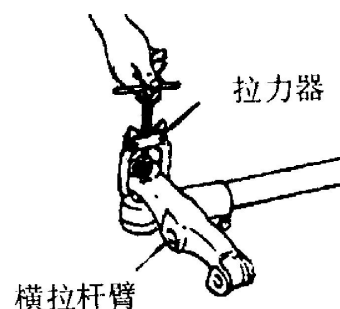

图 3
- (1) 拆下横拉杆臂和横拉杆接头的槽形螺母。
- (2) 用拉力器将横拉杆臂与横拉杆分离（图 3）。
- (3) 拆下接头上的横拉杆夹紧螺栓。
- (4) 从横拉杆上拆下横拉杆接头。
- (5) 从横拉杆接头拔出开口销，拆下槽形螺母，分解各零部件。